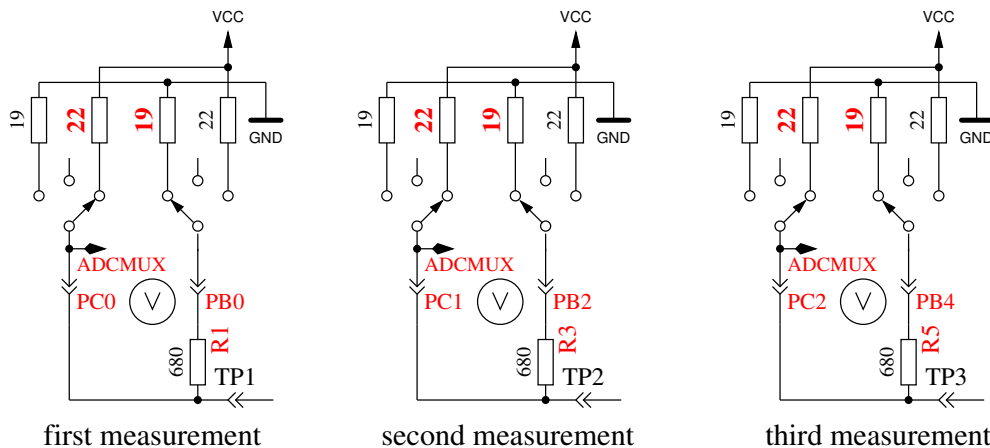

Abbildung 5.30: Messung des Innenwiderstandes des auf VCC geschalteten Port C Ausgängen.
8. **Messung des Innenwiderstandes von auf VCC geschalteten Port Ausgängen.** Der benötigte Strom wird von auf GND geschalteten 680Ω Widerständen geliefert. Der Text in der ersten LCD Zeile ist „Ri.Hi= (mV)“. In der zweiten Zeile des LCDs werden drei Spannungswerte angezeigt als Differenz zu VCC. Es ist die gleiche Messung wie die in Test 7 zur anderen Seite, wie in Abbildung 5.30 gezeigt wird. Mit folgenden Schritten können Sie den Innenwiderstand berechnen: Um den Strom zu berechnen:  $(5001 - (\text{Ergebnis von Test 7}) - (\text{Ergebnis von Test 8})) / 680$ . Sie können beide Widerstandswerte erhalten, indem Sie die jeweilige Spannung (Ergebnisse von Test 7 oder Test 8) durch diesen Strom dividieren.